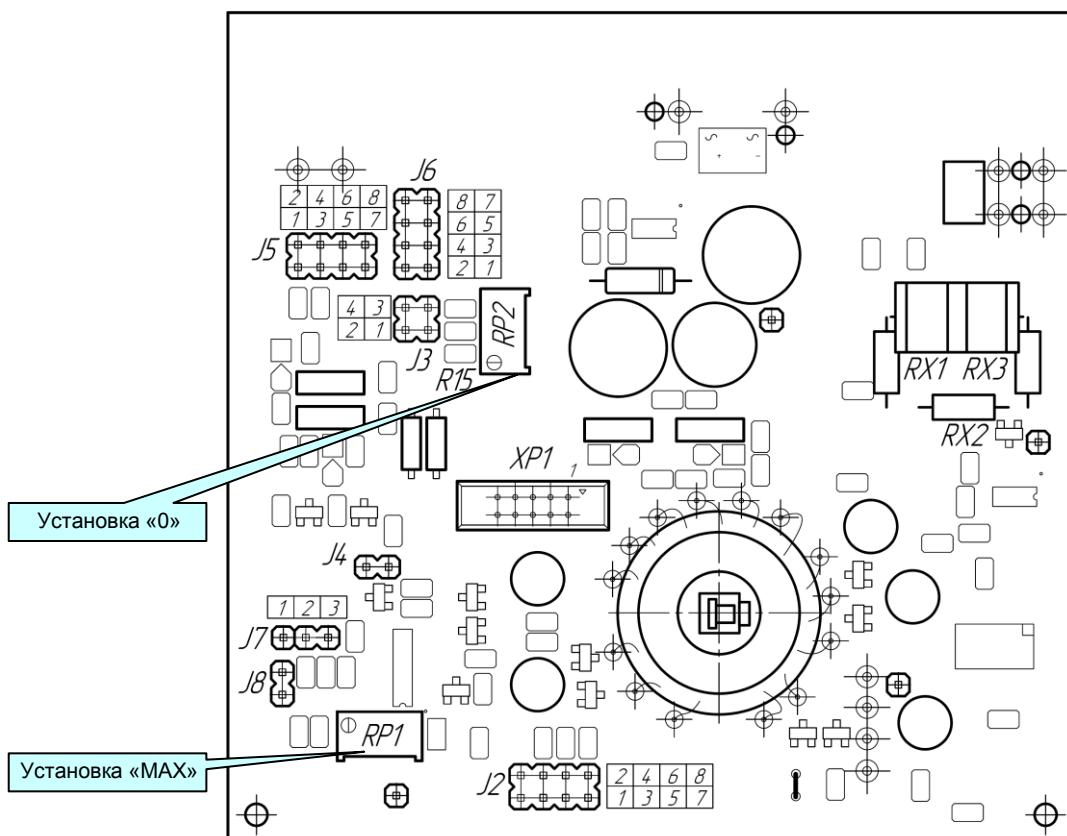

Рисунок 5.1.1 - Схема расположения органов регулирования и элементов настройки ПНС-11
5.1.6 Для переналадки блока на другие входные/выходные сигналы используйте рисунок 5.1.1 и таблицы 5.1.1 и 5.1.2.
- Для диапазона входного сигнала от 4 до 20 мА и выходного сигнала от 0 до 10 В необходимо установить сопротивление R15 равным 100 кОм (см. рисунок 5.1.1). Для других диапазонов R15 должен быть 200 кОм (устанавливается предприятием-изготовителем).
5.1.7 Время преобразования для ПНС-11 с заводской установкой равно 6 секундам - это максимальное время, необходимое для преобразования значения входного сигнала при резком его изменении (во весь диапазон шкалы - от 0% до 100% или наоборот). Если нужно перенастроить данное время нужно изменить положение перемычек J7 и J8 (см. рисунок 5.1.1) в соответствии с таблицей 5.1.4.